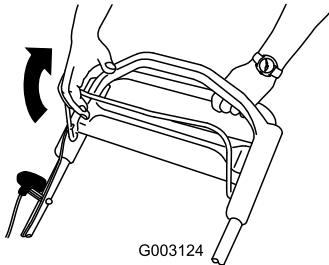

Figura 18
2. Tirate la barra di comando della lama verso la stegola (Figura 18).